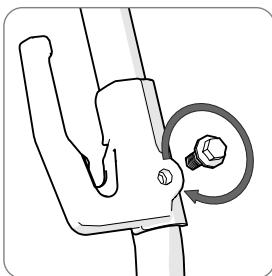

Abb. 5
- Entfernen Sie die beiden Befestigungsschrauben. (**Abb. 5**)